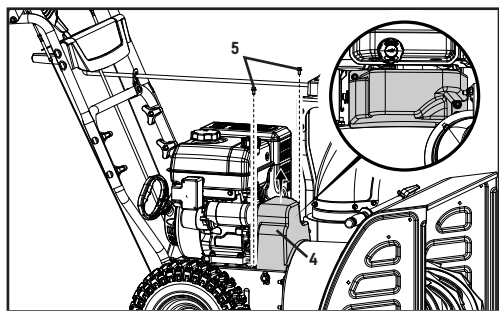

Figure 34
1. Enlevez le couvercle en plastique de la courroie (4) sur le devant du moteur en enlevant 2 boulons M6 × 16 (5) (figure 34).